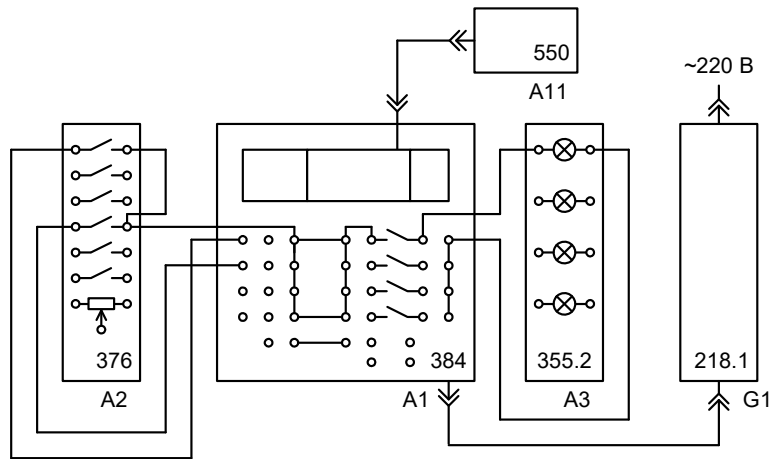

Рисунок 1.9 – Схема электрическая соединений
1.3.1 Алгоритм работы объекта. Включение и выключение сигнальной лампы производится кнопкой без фиксации. Одно нажатие на кнопку включает лампу, другое – выключает (рисунок 1.9).
1.3.3 Указания по проведению эксперимента. Соедините аппаратуру в соответствии со схемой электрической соединений (см. рисунок 1.9).